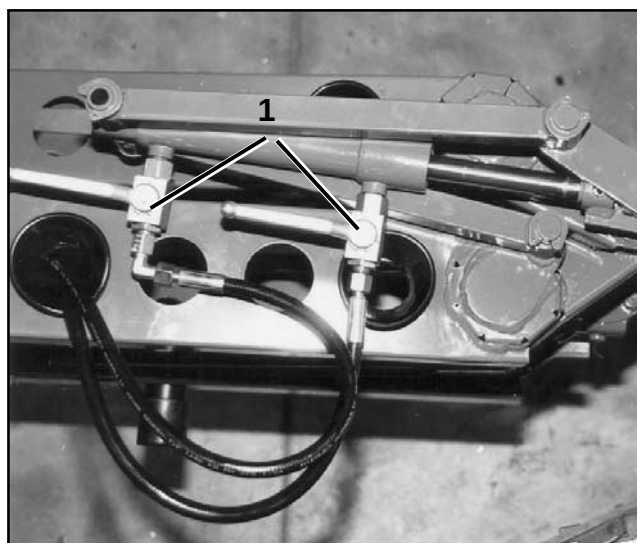
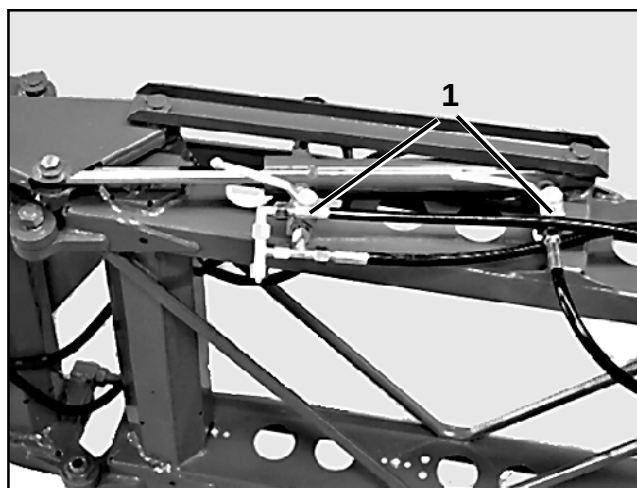

Fig. 8.20
Fig. 8.21
Når der skal arbejdes med den symmetriske reducere af arbejdsbredden på sprøjtebommen, er det nødvendigt af have "manuelt skift til reducere af arbejdsbredde på Super-S-bommen" monteret på sprøjten". For hver cylinder skal der aktiveres 2 kuglehaner (fig. 8.20/1 eller fig. 8.21/1).
- Før udlæggerne skal foldes ud, skal henholdsvis kuglehanerne (fig. 8.20/1) til de yderste led, f.eks. reducere af arbejdsbredden fra 24 m til 18 m, eller kuglehanerne (fig. 8.21/1) til de inderste udlæggelementer, til reducere til 12 m arbejdsbredde, lukkes.